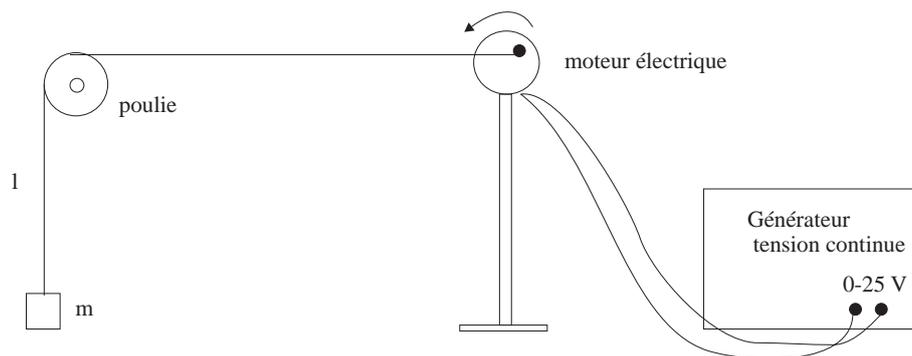

FIG. 3 – Dispositif expérimental du botafumeiro
- Réaliser le montage décrit sur la figure 3 et régler la longueur l à 30 cm. Vous utiliserez une masse de 50g.